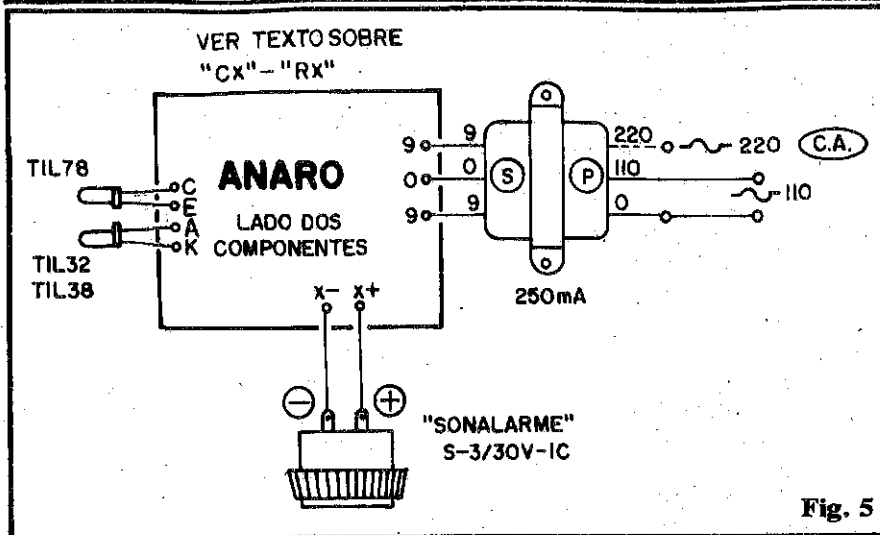

Fig. 5
- FIG. 5 - SEGUNDA OPÇÃO PARA O TRANSDUTOR - Pode acontecer do caro Leitor/Hobbysta encontrar alguma dificuldade na obtenção do projetor de som específico, à prova d'água, com a impedância de 4 ohms, indicado no decorrer do presente artigo... Não é caso para "desespero"! Dois bons tweeters (magnéticos, não piezo...), com impedância de 8 ohms, devidamente **paralelados** (atenção ao "casamento" de fase, notando a indicação das "polaridades" dos terminais, mostradas na figura...), determinarão a impedância final de 4 ohms, requerida, além de permitir uma ex-
- FIG. 5 - CONEXÕES EXTERNAS À PLACA - São poucas, mas muito importantes, as ligações e componentes que ficam fora da superfície principal do Circuito Impresso. Na figura, a placa ainda é vista pelo lado não cobreado (dos componentes...), igualzinho ocorreria na figura anterior. Atenção às ligações do secundário do transformador de força (notar que o primário foi deixado "em aberto", de modo que o usuário possa adequar as conexões à rede de 110 ou de 220V...). As conexões ao buzzer devem obedecer à polaridade dos terminais, que são nitidamente
- Na sua disposição final, o foto-emissor e o foto-receptor devem ficar lado a lado, guardando o espaçamento natural que as posições das ilhas - na placa - lhes outorgam (ver fig. 5), bem alinhados e "paralelados", com suas "cabeças" guardando idêntico afastamento com relação à placa... **Exatamente** à frente de cada um dos componentes (já imaginando o conjunto dentro da caixa final...) deve existir um pequeno furo, com diâmetro um pouco maior do que o mostrado pelo próprio componente. Tanto o TIL32 (TIL38) quanto o TIL78 (este já dotado do tubo/filtro) devem ficar bem "encostados" aos respectivos furinhos, de modo que a superfície interna da caixa, em torno dos furos, não possa agir como blindagem ou como "espelho" para o feixe de infravermelho (o que reduziria o rendimento ótico do conjunto, ou mesmo interferiria muito com seu funcionamento).